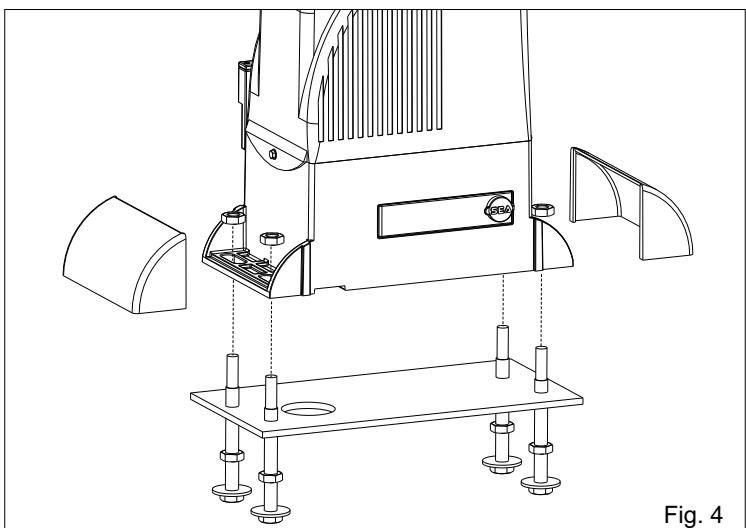

Fig. 4
- Fijar el motorreductor a la placa de fundación regulando la posición lateral y su altura (Fig. 4 - Fig. 5) para respetar las cotas mencionadas en Fig. 2.